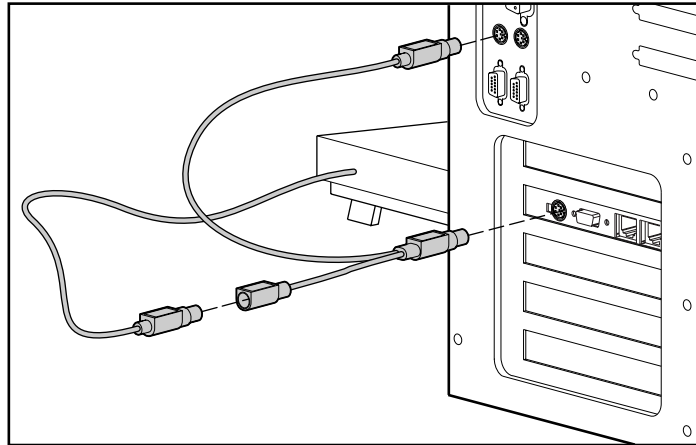

図2-4. キーボード用の"Y"ケーブルを接続する
2. 図2-4で示すように、リモートInsightボード/PCIオプション キットに同梱されている"Y"ケーブルを使用してキーボードを接続します。"Y"ケーブルの真ん中のコネクタをリモートInsightボードに接続します。